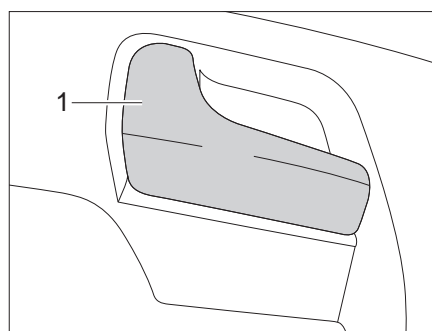

Fig. 45 Puerta del conductor, en el interior
- Tirar del tirador (Fig. 45,1). Se desbloqueó la cerradura de la puerta.